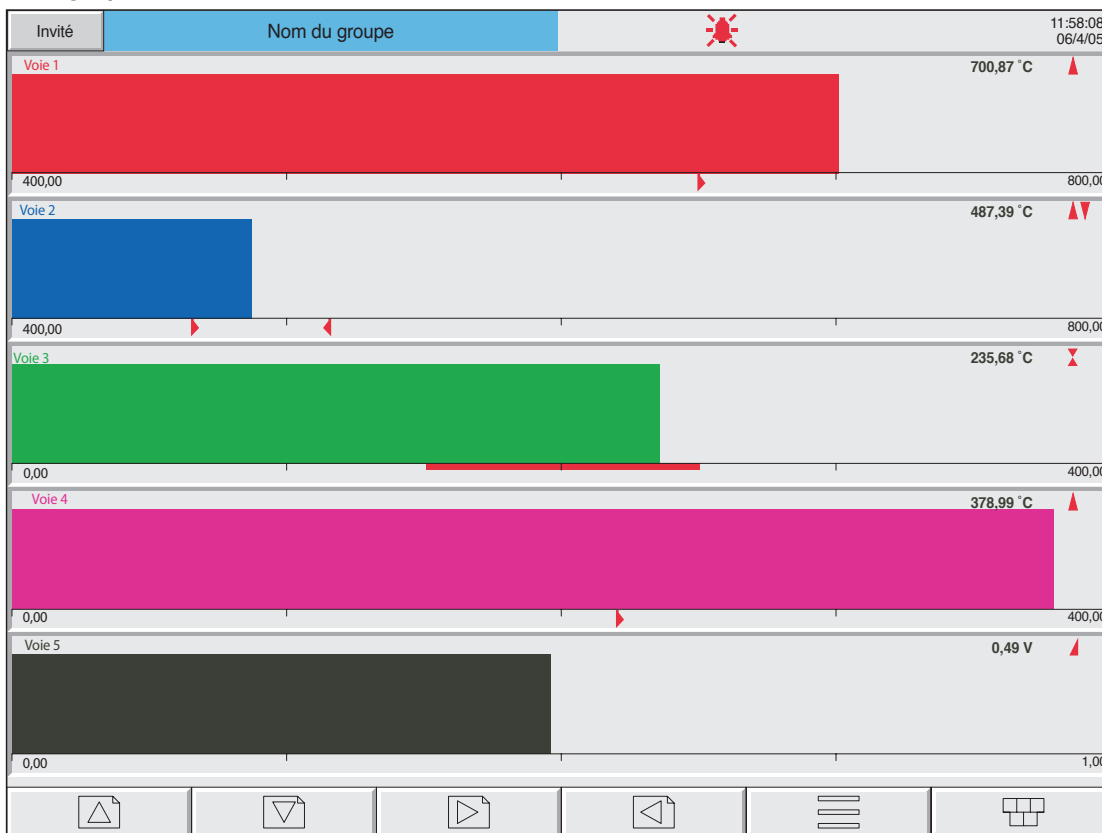

Figure 3.4.5a Mode barres-graphes horizontaux (exemple à deux colonnes)
Cet écran, accessible depuis le mode Barres-graphes horizontaux à l'aide de la touche flèche vers le bas ou sélectionné en utilisant la touche « Aller à la vue » du Menu principal, affiche les valeurs mesurées (PV) sous forme de barres horizontales avec des valeurs numériques et des données d’alarme, comme le montre les figures 3.4.5a et 3.4.5b.